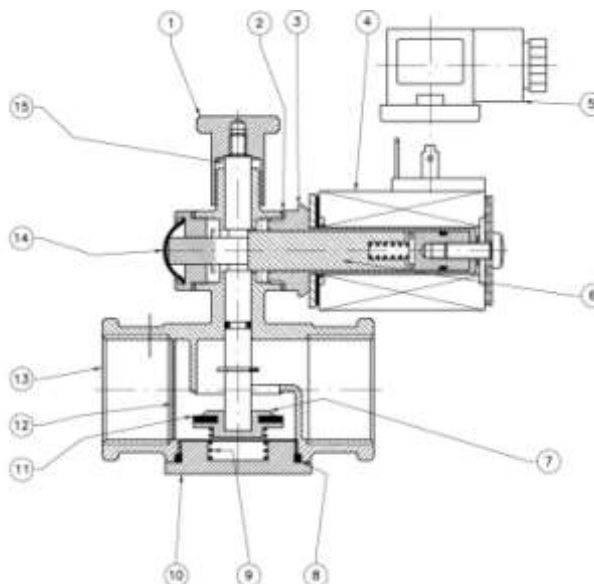

Рис. 1
Клапан (Рис. 1) состоит из: рукоятка механизма возврата (1); алюминиевая шайба (2); арматура соленоида в сборе (3); соленоид (4); электрический коннектор (5); сердечник (6); затвор (7); уплотнительное кольцо (8); пружина запирающего механизма (9); нижний колпачок (10); уплотняющая прокладка (11); фильтрующий элемент (устанавливается по требованию) (12); корпус (13); кнопка ручного закрытия (только в модели M16/RMOC N.A.) (14); центральный шток (15).